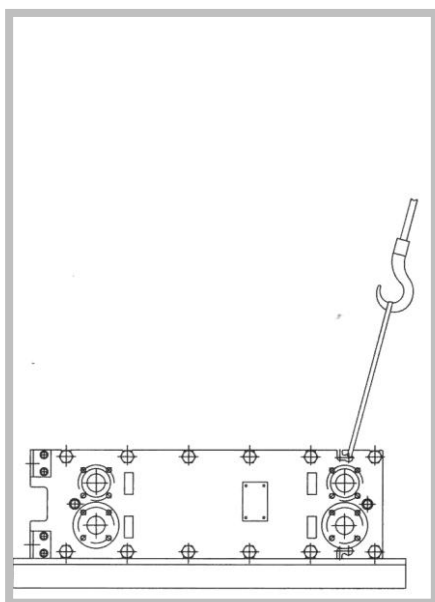

Figura 22
2. Fixe um meio de fixação apropriado nos olhais de suspensão previstos das placas dos quadros (figura 22). Não é permitido usar lingas de corrente. O PCP pode ficar danificado e escorregar.